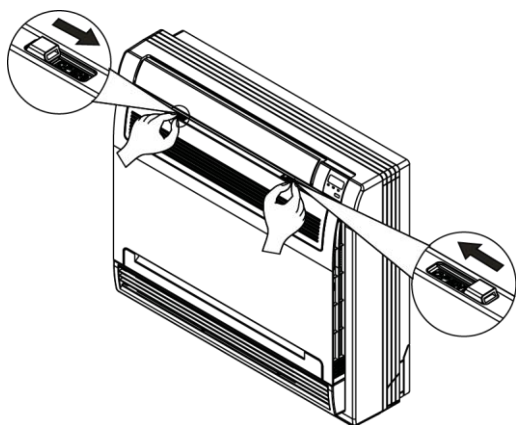

Fig. 50-6
- Deslizar los dos topes en el lado derecho e izquierdo hasta que encajen. Véase Fig. 50-6.